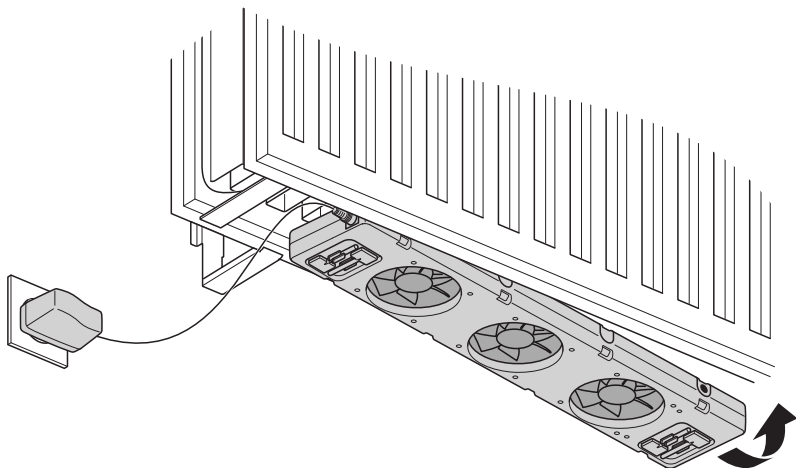

Abb. 2 – Befestigung des SpeedComfort (A).
2. Bestimmen Sie eine Stelle, an der die Wandhalterungen und Befestigungen des Heizkörpers nicht im Weg sind. Befestigen Sie den **SpeedComfort** (A) an der Unterseite zwischen den Heizkörperplatten mit den **verstellbaren Magneten** (B) (siehe Abb. 2). Der **SpeedComfort** (A) kann auch an der Oberseite des Heizkörpers unter einer Abdeckkappe montiert werden.